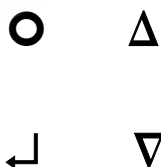

Рис.8. Расположение кнопок управления
2.2.2.2.2. На пульте расположены 4 кнопки управления, (рис. 8)